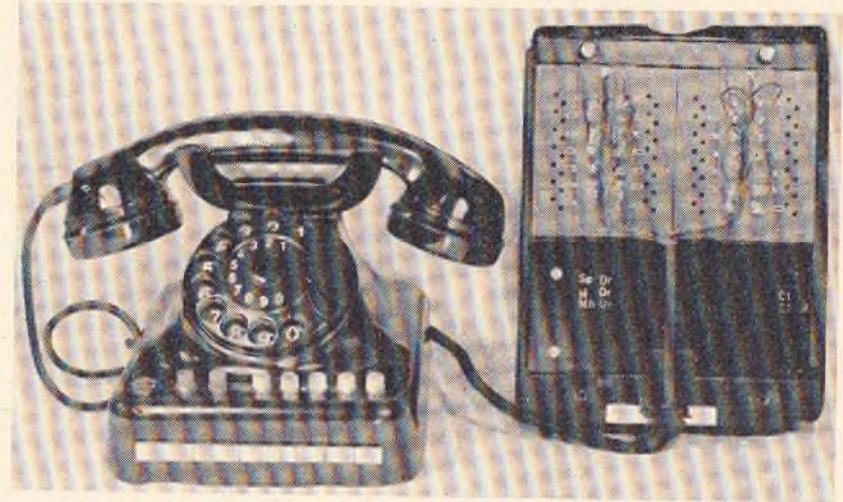

Abb. 55 Reihenapparat 211 (1/5)
Die äußere Form der Reihenapparate ist aus der Abb. 55 ersichtlich. Den gesamten Stromlauf zeigt die Abb. 56. Jeder Reihenapparat besitzt neben Nummernschalter und Handapparat eine Amtstaste mit rotem Knopf, eine Mithörtaste mit grauem Knopf und 5 Reihenstellenruftasten mit weißen Köpfen. Ein Drehschauzeichen gibt den Besetztfall der Amtsleitung an. Eine Innenverbindung wird von der im Apparat eingebauten Schnarre hörbar gemacht. Über eine 22adrige Schnur ist jeder Apparat mit einem Beikasten verbunden. Die Reihenstellen werden mittels Kabel (PM), welche an die Beikästen angeschaltet sind, untereinander verbunden. Der Beikasten ist so groß bemessen, daß die Drosselspule und die Kondensatoren hier untergebracht werden können.